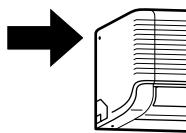

Fig. 3-20
3.11. Montaje de la unidad interior (Fig. 3-20)
- ① Asegúrese de colgar los enganches metálicos de la unidad interior en los ganchos del panel de montaje.
- ② Una vez instaladas las tuberías, utilice los tornillos de seguridad para sujetar la unidad interior al panes de montaje.